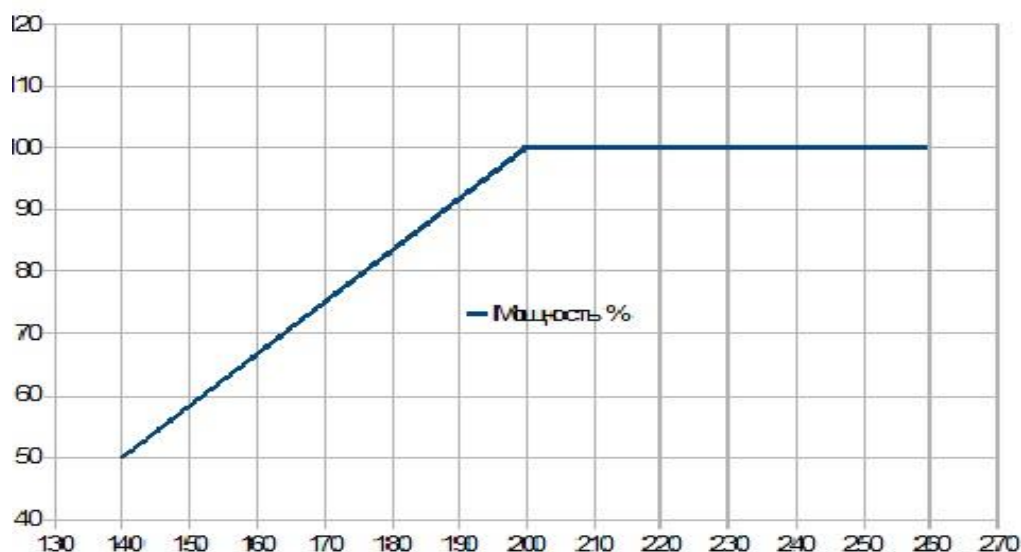

Рис.3. График зависимости мощности подключаемой нагрузки от входного напряжения
- Если напряжение сети длительно понижается ниже 200В или превышает 250В, то мощность, которую можно подключать к стабилизатору напряжения должна быть уменьшена в соответствии с графиком. Рис. 3.